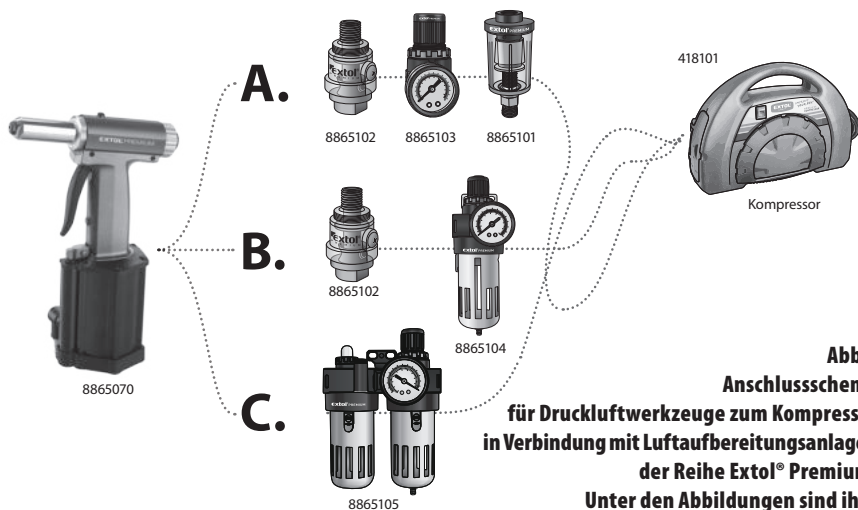

Abb.9
- Für den Betrieb von Druckluftwerkzeugen (ausgenommen Spritzpistolen, siehe weiter) muss der Druckluft aus dem Kompressor die Luftfeuchtigkeit über einen Abscheider entnommen und Pneumatiköl hinzugefügt werden. Auf der nachstehenden Abb. 9 ist das Anschlusschema der von uns vertriebenen Luftaufbereitungsanlagen mit unseren Bestellnummern dargestellt, das an die Druckluftwerkzeuge in einer unvertauschbaren Reihenfolge nach den Varianten A., B., oder C nach ihrer Funktion angeschlossen werden muss. Der Abscheider kann mit einem Druckregler kombiniert werden (d.h. Zwei in Einem), oder auch in Verbindung mit einem Druckregler und Nebelöler stehen (d.h. Drei in Einem), oder kann jede Anlage separat sein. Für die Anwendung der Druckluftwerkzeuge muss der Luftdruck mit dem zusätzlich eingesetzten Druckregler auf einen sicheren Wert nach der Herstellerspezifikation des jeweiligen Werkzeugs geregelt werden, da dieser Kompressor mit keiner Druckluftregelung am Ausgang ausgestattet ist. Die Beschreibung der einzelnen Luftaufbereitungsanlagen zusammen mit den Bestellnummern ist der nachstehenden Tabelle 2 zu entnehmen.